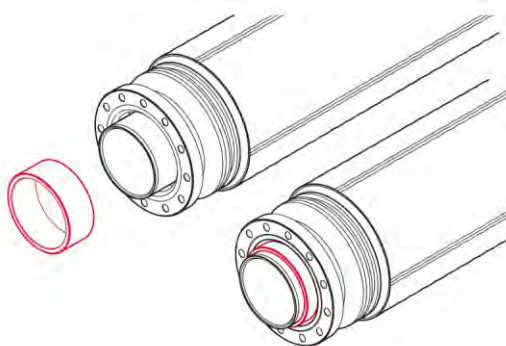

Рис. 3.8.3
3. Вставить графитовое кольцо в полость между патрубком втулки и фланцем (рис. 3.8.3).